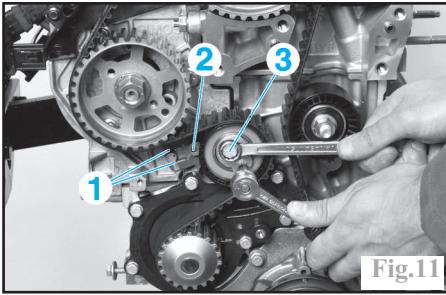

Fig.11
À l'aide d'une clé **6 pans**, amener l'index (2) (Fig.11) du galet tendeur au milieu de la zone de contrôle (1) en faisant pivoter le tendeur à l'aide d'une clé **6 pans** dans le sens anti-horaire.
Contrôler le bon positionnement de l'index (2) (Fig.11) du galet tendeur. Dans le cas contraire, reprendre l'opération de repose de la courroie.